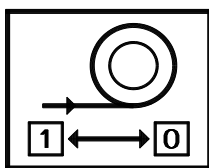
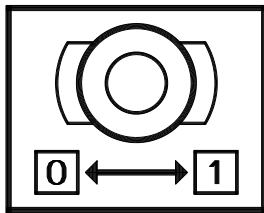
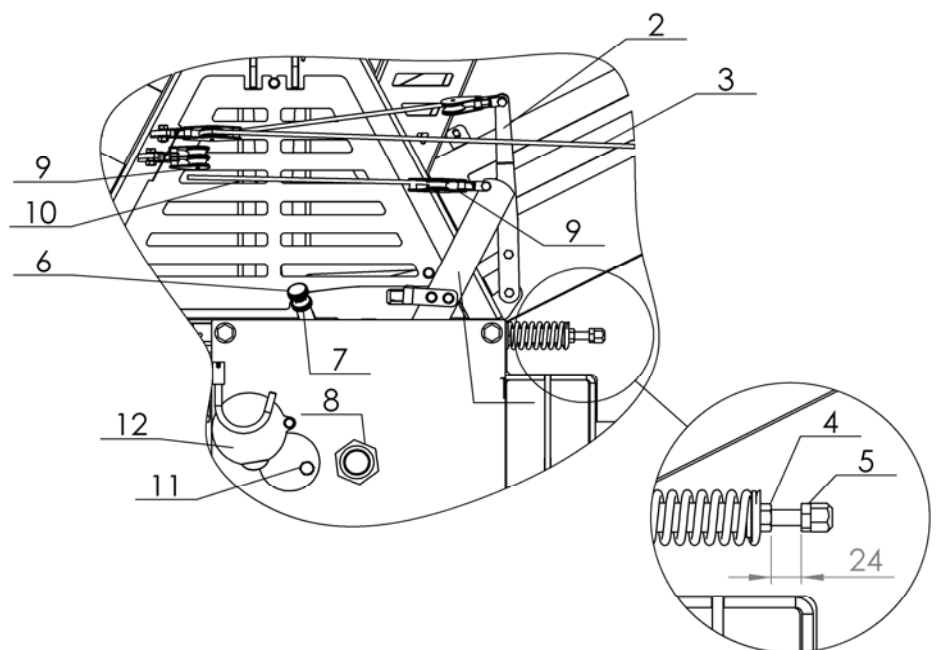
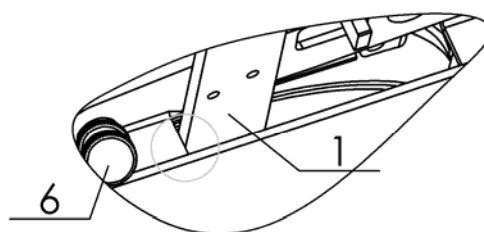

Bild 9
Bild 10
Bild 11
Bild 11a (Hebelanschlag)
Nach dem richtigen Anbau der Winde kann mit dem Abwickeln des Drahtseils begonnen werden. Dies geschieht durch das Ziehen der roten Schnur (Pos. 3, Bild 11). Dabei nimmt der Hebel 2 die Position AUS (Bild 11) ein. Die Bremse wird entlastet und das Drahtseil kann abgewickelt werden. Im Falle, dass das Drahtseil auf die Trommel erst aufgewickelt oder ein falsches Aufwickeln festgestellt wurde, muss das Drahtseil auf der ganzen Länge abgewickelt und dann neu aufgewickelt werden, wie es am Anfang des Kapitels steht.
Vor dem Zug der schwarzen Schnur (Pos. 10, Bild 11) überprüfen, ob sie richtig zwischen zwei kleinen Rollen (Pos. 9, Bild 11) aufgewickelt ist. Die Wicklung ist richtig, wenn der Hebel (Pos. 1, Bild 11) beim Stoppen des Schnurzugs (Pos. 10, Bild 11) in die ursprüngliche Stellung AUS (Bild 9) geht.
Jeglicher Eingriff in den Einschaltmechanismus, der ein synchronisiertes Funktionieren der Kupplung und der Bremse verhindern würde, ist untersagt. Ebenfalls ist während des Ziehens verboten, die rote Bremsschnur (Pos. 3, Bild 11) zu ziehen.
Nach der Befestigung des Dynamometers (der Waage), mit einer Kraft von 350 N (35 kg) an der Schnur ziehen und die Stellung des Hebels beobachten (Pos. 1, Bild 11). Das Bild 11a zeigt einen Grundriss des Hebels. Die Stellung des Hebels (Pos. 1) mit der Mutter an der Hauptwelle (Pos. 8, Bild 11) so lange regulieren, dass der Hebel den Anschlag berührt.
Im Falle, dass die Mutter zu fest gezogen wurde (Pos. 8, Bild 11) und sich der Hebel vom Anschlag entfernte, ist die benötigte axiale Kraft auf die Reibungsfläche der Kupplung zu klein. Die Seilwinde wird die benötigte Zugkraft nicht erreichen bzw. die Reibungsfläche der Kupplung wird durch das Gleiten beschädigt.
Die Vorbremse mit der Schraube (Pos. 6) und der Sicherungsmutter (Pos. 7, Bild 11) einstellen. Zuerst die Sicherungsmutter lösen und die Schraube regulieren (Pos. 6). Mit dem Drehen der Schraube nach rechts wird die Bremskraft vergrößert, mit dem Drehen nach links aber verkleinert. Danach noch die Sicherungsmutter andrehen, die ein automatisches Lösen der Schraube verhindert. Eine richtige Einstellung verhindert eine selbständige beziehungsweise zu schnelle Abwicklung des Drahtseils von der Trommel. Das würde bei einer schnellen Entlastung der Bremse und schnellem Abwickeln eine lockere Wicklung verursachen und das Drahtseil beschädigen. Die Vorbremse ist richtig eingestellt, wenn das Seilabwickeln noch ohne einen größeren Kraftaufwand möglich ist. Wenn das Ziehen bergauf erfolgt, kann die Vorbremse noch zusätzlich entlastet werden, damit das Seilziehen erleichtert wird. Die muss aber danach sofort in die ursprüngliche Stellung gebracht werden. (Nach oben geschriebenem Verfahren.)
Die Bremse mit der Mutter (Pos 5, Bild 11) einstellen. Der Bremshebel (Pos. 2) nimmt dabei die Position EIN (Bild 10) ein. Zuerst mit dem Gabelschlüssel die Mutter (Pos. 4) lösen. Dann mit dem Gabelschlüssel die Mutter nach links drehen (Pos. 5), womit der Bremsband festgezogen wird und umgekehrt. Für eine optimale Funktion muss der Abstand zwischen den Muttern 24 mm sein. Ist die Bremskraft noch nicht groß genug, den Vorgang wiederholen und die Mutter (pos. 5) erneut nach links drehen. Am Ende die Mutter (Pos. 4) auf einen geeigneten Abstand drehen. Wenn die Bremse auf eine zu große Kraft eingestellt wird, ist das Seilabwickeln erschwert. In diesem Fall diese Mutter etwas nach rechts lösen.
Zuerst wird das dreieckige Schutzgitter an der Stütze der Seilwinde entfernt. Dann wird auch der Deckel (Pos. 12, Bild 11) entfernt und die Trommel in jene Position gedreht, die das Ablösen der Schraube an der Trommel (Pos. 11) ermöglicht. Das Drahtseil wird in die obere Seilführung und über die obere Umlenkrolle zur Seiltrommel eingeleitet. Das Seil wird in die Rille eingeleitet, und die Schraube (Pos. 11, Bild 11) angezogen. Danach beginnt man mit dem Aufwickeln, wie es beim Verfahren des Ziehens vorgeschrieben ist. Nachdem das Seil in der Gesamtlänge aufgewickelt worden ist, wickelt man es noch einmal ab, wie im Kapitel »Abwickeln des Drahtseils« beschrieben, um die Beschädigung des Seils zu vermeiden.